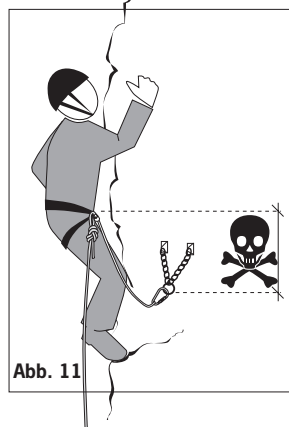

Abb. 11
**ACHTUNG!** Übersteigen Sie niemals Ihren Standplatz! (Abb. 11) **ACHTUNG!** Verwenden Sie den Brustgurt NIE einzeln.